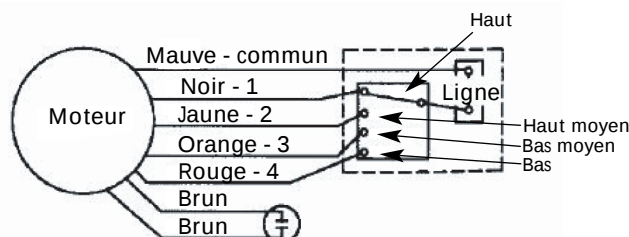

Figure 2 – Schémas de câblage
- Pour les modèles 1XJX9, 1XJY1, 1XJY2, 1XJY3 et 1XJY4 consulter la Figure 2, page 3 pour le câblage.